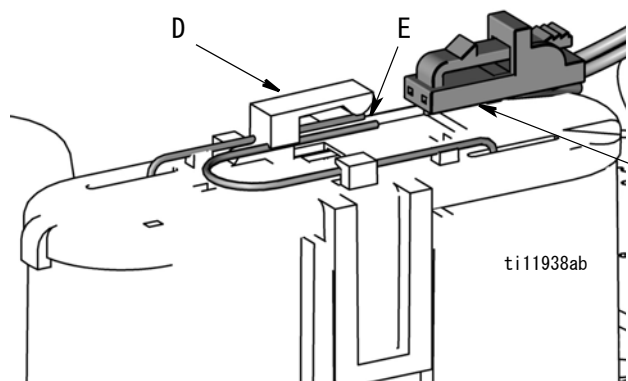

図 48
9. クリップ (D) の下にしっかりパチンと固定されるまで、コネクタをバッテリー端子 (E) 上に丁寧にスライドさせることで、リード線 (B) をバッテリーに再接続します (図 48)。